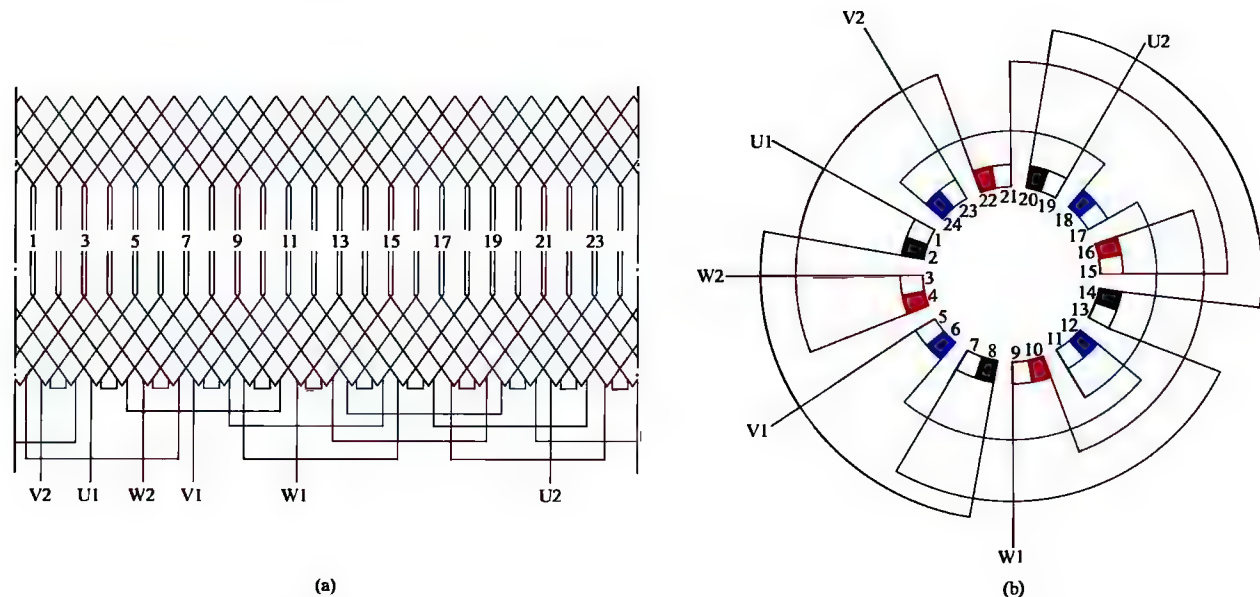

图 1-25 三相 4 极 24 槽双层叠绕组 1 路接法
25. 三相 4 极 24 槽双层叠绕组 1 路接法展开图与接线圆图 (见图 1-25)